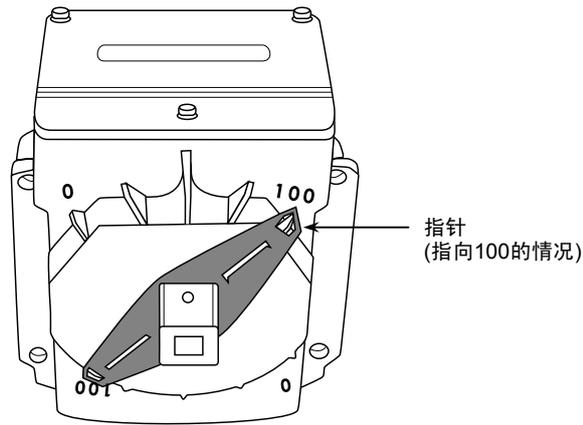

图5 执行器全开时的指针位置
- (3) 与阀门相同，请确认执行器开度处于全开(100%)。(出厂时被设定为全开位置。)如图5所示，可通过执行器底部的指针确认开度。在将执行器调整到全开位置的情况下，请参照本说明书的[手动开/关的方法]章节。